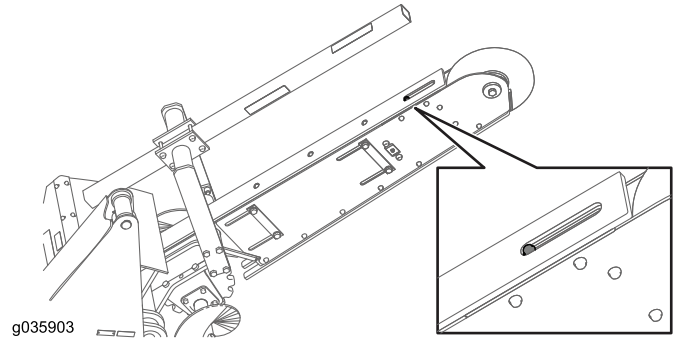

Figure 35
- 5 boulons pour l'élinde longue (Figure 35)